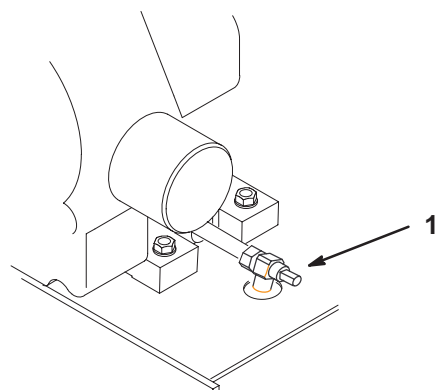

Figure 36
3. Placez un bac de vidange sous l'orifice de vidange. Tournez le robinet de vidange d'huile pour permettre à l'huile de s'écouler (Fig. 36).